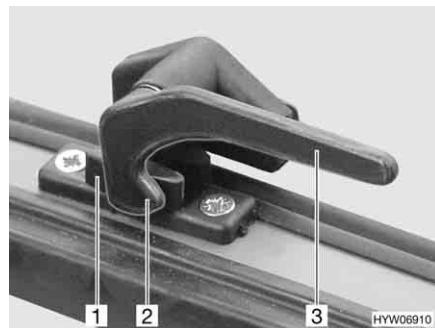

Fig. 33 Leva di serraggio (posizione "Chiusa")
Apertura: ■ Ruotare la leva di serraggio (Fig. 33,3) di un quarto di giro verso il centro della finestra.
■ Ruotare la leva di serraggio (Fig. 33,3) di un quarto di giro verso il telaio della finestra. Il nasello di chiusura (Fig. 33,2) si trova sul lato interno della chiusura della finestra (Fig. 33,1).
- In posizione "Completamente chiusa" (Fig. 33).